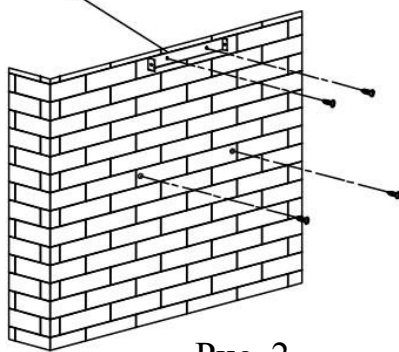

Рис. 2
- Определившись с высотой вытяжки, измерьте положение отверстий для подвешивания и крепления кронштейна внутреннего короба. Просверлите 4 отверстия диаметром 8 мм, 2 для кронштейна внутреннего короба и 2 для подвешивания вытяжки, а также для поддержания уровня вытяжки. Фиксированное положение кронштейна внутреннего короба - это самое высокое место крепления. Для подвешивания устройства крепежные винты вытяжки необходимо оставить на расстоянии 3-5 мм от стены. Смотрите рис. 2.